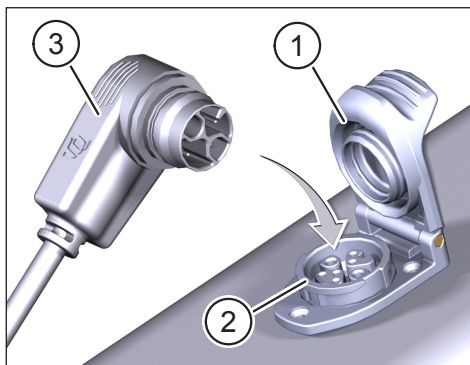

Fig. 13: Batteriladdning
- ▶ Öppna locket (nr 1 i fig. 13) på laddningsporten (nr 2 i fig. 13) i cykelramen.
- ▶ Rikta in laddningskontakten (nr 3 i fig. 13) på laddaren eller räckviddsförlängaren så att polerna för laddningskontakten och laddningsporten matchar (se fig. 13).
- ▶ Sätt i laddarens eller räckviddsförlängarens laddningskontakt (nr 3 i fig. 13) i laddningsporten.